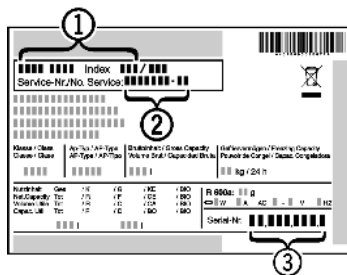

Fig. 10
► Наименование устройства Fig. 10 (1), сервисный № Fig. 10 (2) и серийный № Fig. 10 (3) считайте с заводской таблички. Заводская табличка находится внутри устройства слева.
- Обратитесь в сервисную службу и сообщите вид неисправности, наименование устройства Fig. 10 (1), сервисный № Fig. 10 (2) и серийный № Fig. 10 (3).